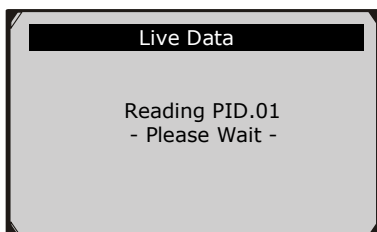

Figura 5.10
- 2) Espere unos segundos mientras la herramienta de escaneo valida el **MAPA PID**. (Figura 5.10)